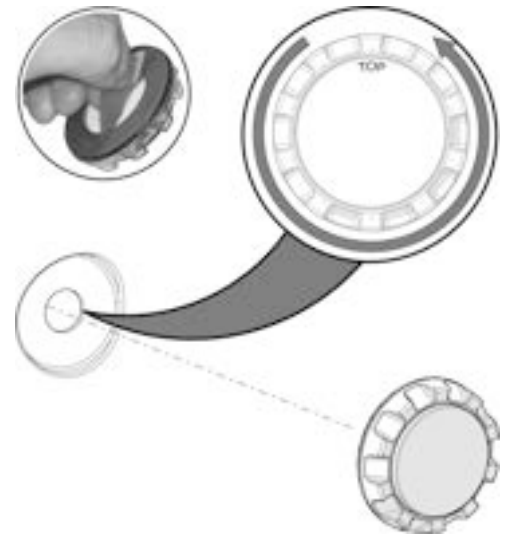

Abbildung 506. Entfernen Sie das Schutzband und drehen Sie die Beleuchtung/den Blinker bis der Text „TOP“ gerade nach oben weist.
2. Drehen Sie die Beleuchtung oder den Blinker, bis der Text TOP gerade nach oben weist. Positionieren Sie den Blinker auf der hinteren Abdeckung. Drücken Sie sie gegen die hintere Abdeckung, bis das Doppelklebeband auf der Abdeckung klebt. Siehe Abb. 506.